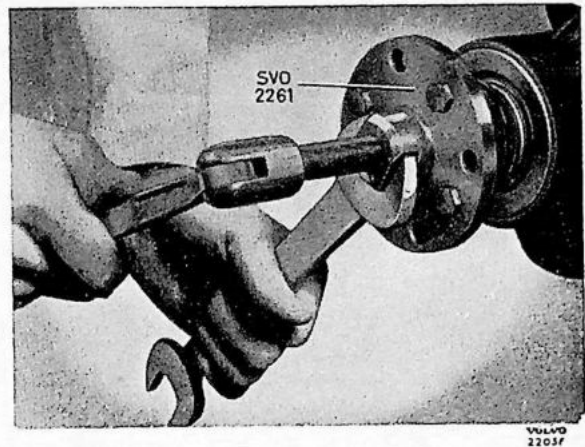
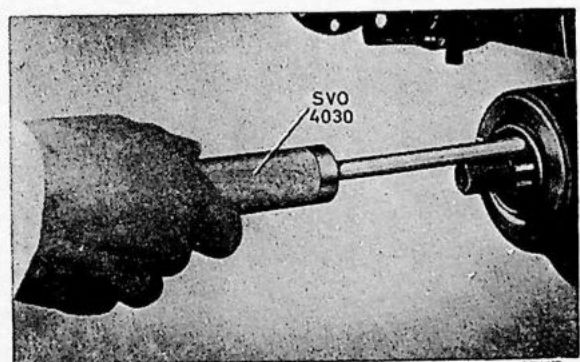

Fig. 4-90. Demontage van de flens
Fig. 4-91. Het verwijderen van de oliekeerring
2. Verwijder de moer van de flens. Gebruik hiervoor sleutel SVO 2409 om tegen te houden. Trek er de flens af met trekker SVO 2261, zie Fig. 4-90. Trek er de oude oliekeerring uit met SVO 4030, zie Fig. 4-91.
7. Draai het ashuis om en laat de olie eruit in een bak lopen. Verwijder de moer van de flens. Gebruik om tegen te houden SVO 2409. Trek de flens eraf met trekker SVO 2261, zie Fig. 4-90. Pers de pignon eruit.